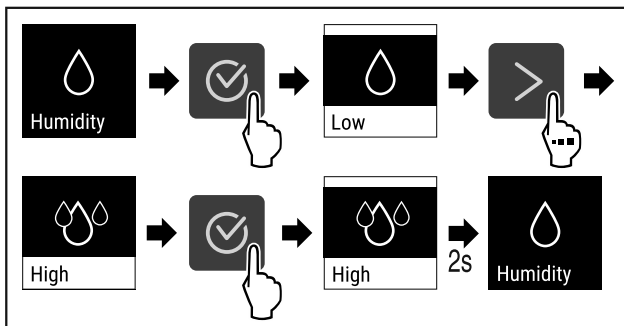

Fig. 72
- ▶ Handlungsschritte (siehe Fig. 72) durchführen.